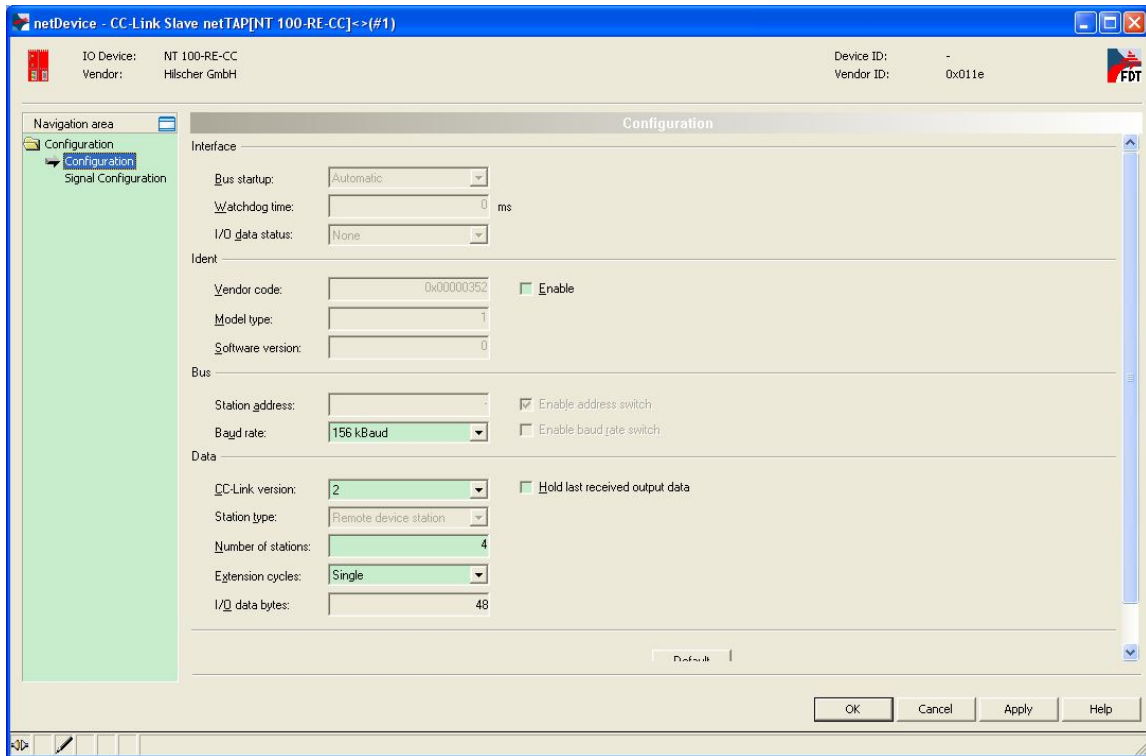

图 19
(19) 右击 NT100 图标，选择 Configuration 菜单中的 CC-Link Slave 选项，在弹出的对话框中，设置通讯波特率，版本号以及远程设备站占用站数量，如图 19 所示。最终 CC-LINK 的通讯字节数量，必须不小于 PROFINET 从站要求的通讯字节数量。在本例中，PROFINET 从站的通讯字节数是输入输出各为 44 字节。设置完毕单击 OK 保存并退出。